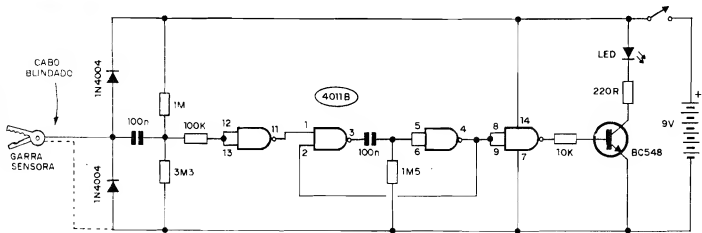

Fig.1
- FIG. 1 - DIAGRAMA DO CIRCUITO - A questão básica no desenvolvimento do circuito foi... SEGURANÇA, tanto do usuário, quanto do próprio dispositivo e de seus componentes (em vista da elevada Tensão presente no setor elétrico de ignição do veículo, parâmetro perigoso, sob muitos aspectos...). Dessa forma, o primeiro requisito foi que não devia haver contato elétrico "físico" direto, entre o circui-